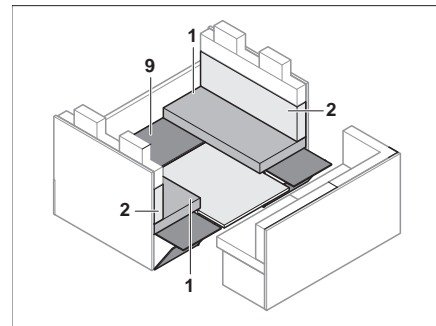

Fig. 154 Pendant la transformation
- Remettre le sous-assement (Fig. 154,9) en place.